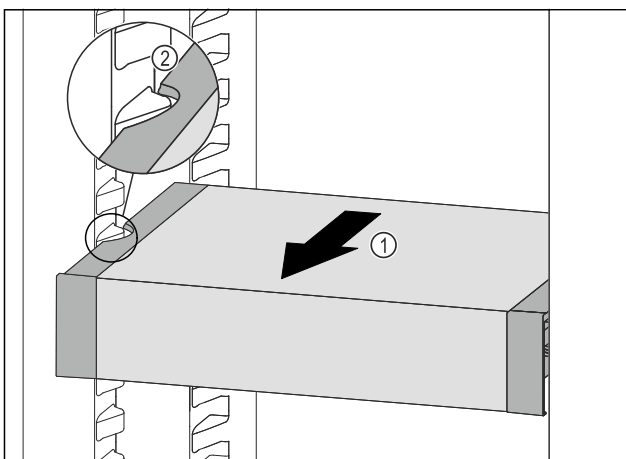

Fig. 152
- ▶ VarioSafe nach vorne ziehen Fig. 152 (1), bis sich die seitlichen Aussparungen des VarioSafes auf Höhe der Behälterrippe im Kühlteil befinden. Fig. 152 (2)